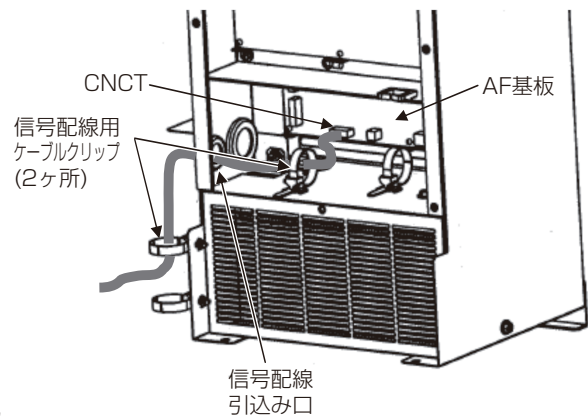

図2
②ACCT配線コネクタ側をアクティブフィルタの信号配線引込み口に挿入する。(図2)
③ACCT配線のコネクタをAF基板のコネクタ(CNCT)に接続する。(図2)
④以下の手順でACCT配線を固定する。
(a) アクティブフィルタの信号配線用ケーブルクリップ (2箇所) を一旦解く。(図2)